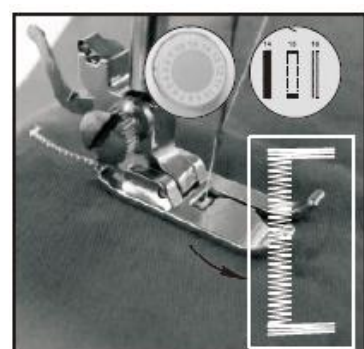

Abb. 17
- 4) Wählen Sie Stich Nr. 8, schalten Sie dann den Schalter ein und nähen Sie 5 bis 6 Stiche mit langsamer Geschwindigkeit, schalten Sie dann den Schalter aus (Abb. 17).